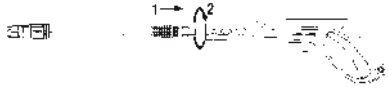

Рис. 6
4. Установите распылитель: наденьте распылительную насадку на трубку пистолета и вращайте до полной фиксации по часовой стрелке (рисунок 6).